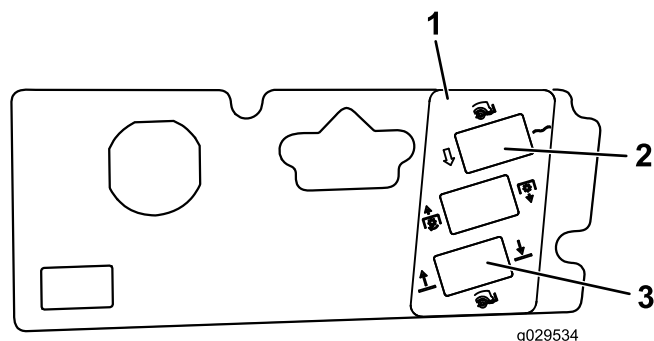

図 24
- パネルの表面をきれいにして穴を取り囲むようにデカルを貼り付ける 図 24。
- できた穴にスイッチを入れる 図 24。